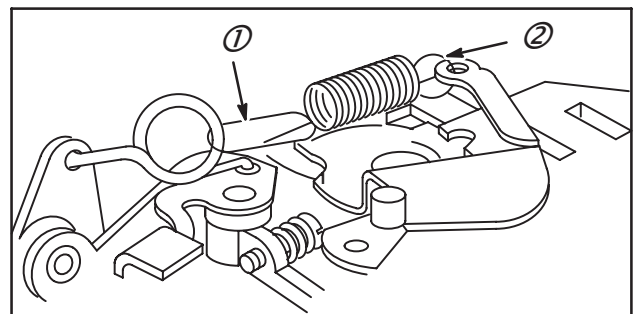

Fig. 51
Le ressort du régulateur doit être installé comme indiqué à la Fig. 51, boucle large (1) horizontale, boucle étroite (2) verticale.
Le ressort doit être positionné comme indiqué en Fig. 51.